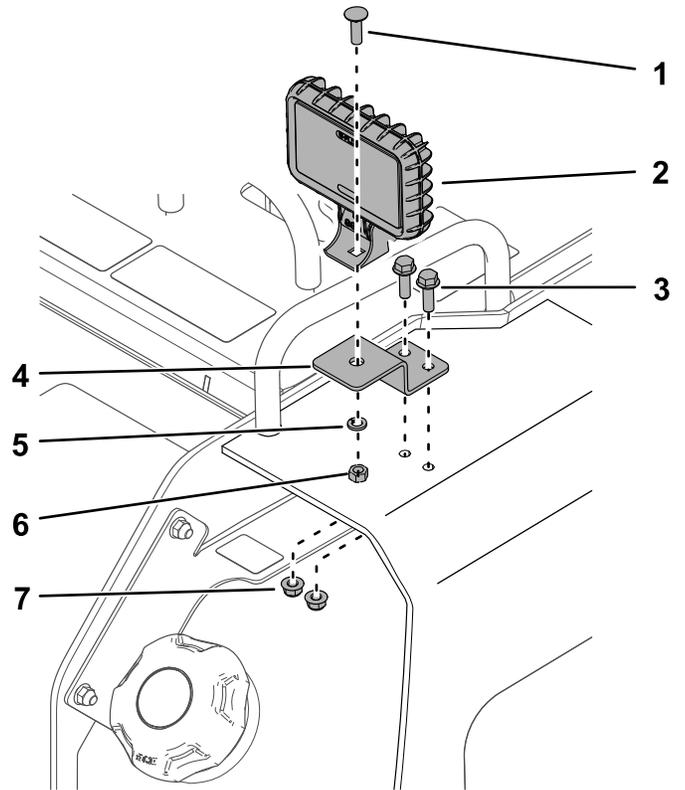

Figura 5
4. Instale el soporte de la luz derecha en la placa de la torre usando 2 pernos (5/16" x 1") y 2 tuercas (5/16"), como se muestra en la Figura 5.
5. Retire el perno y la tuerca de la otra luz y utilícelos para sujetar la luz al soporte (Figura 5).